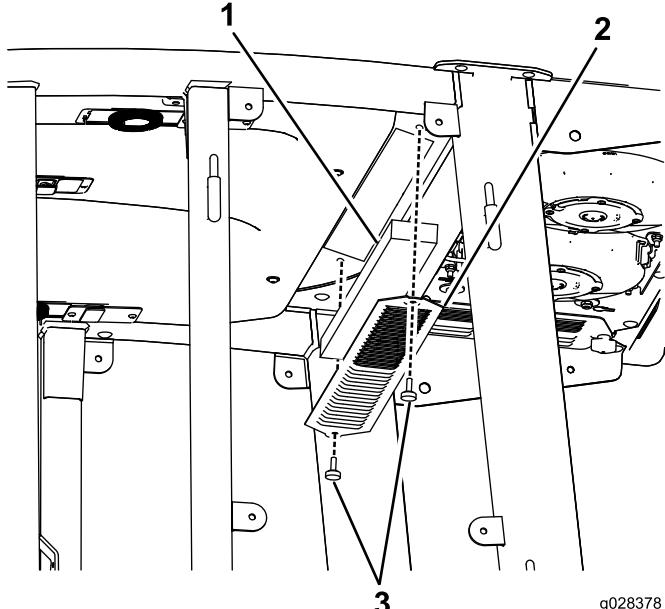
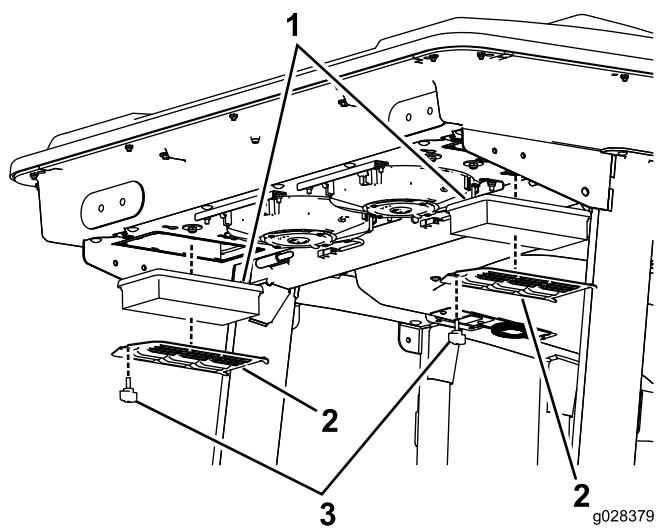
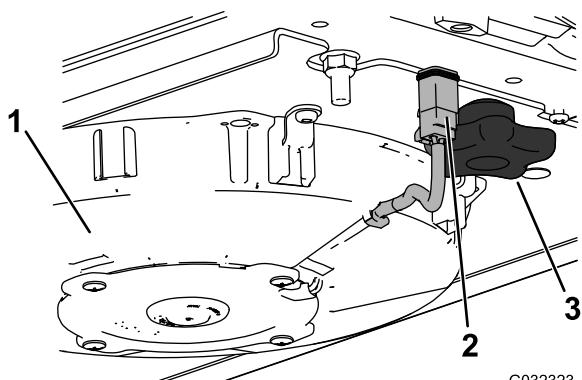
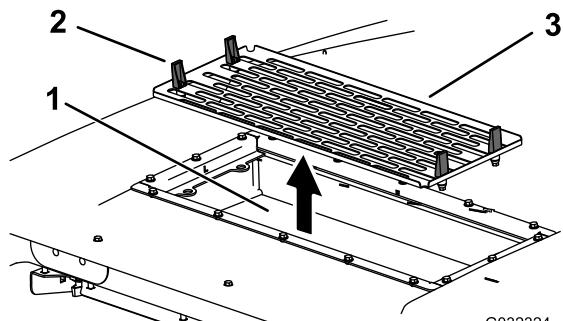

Рисунок 89
Рисунок 90
Рисунок 91
Рисунок 92
1. Выверните винты и снимите решетки у салонного и заднего воздушных фильтров кабины (Рисунок 89 и Рисунок 90).
- Снимите воздушные фильтры (см. Рисунок 90).
- Установите воздушные фильтры, сетку и вентилятор в сборе (Рисунок 90, Рисунок 91 и Рисунок 92).
- Подсоедините провод к каждому вентилятору (Рисунок 91).